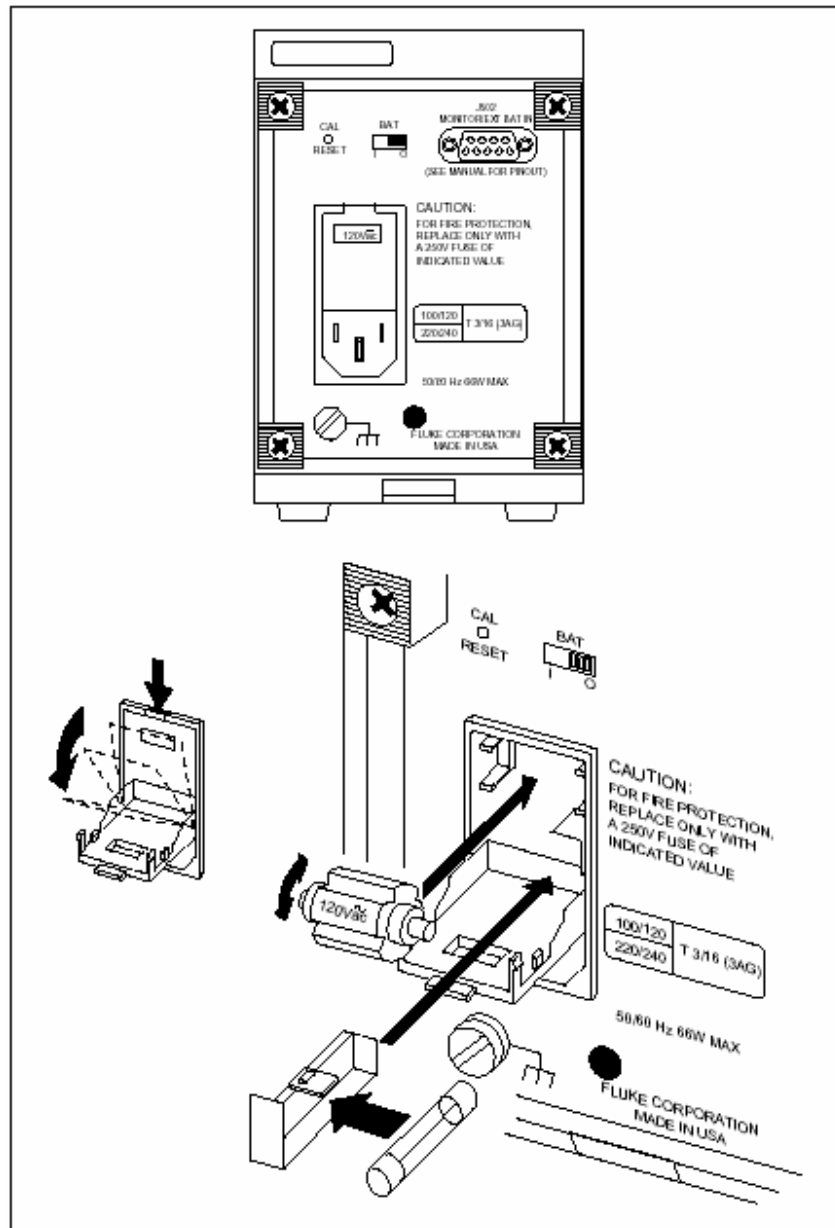

Рисунок 2-2. Этикетка сетевого питания и положение предохранителя
4. Убедитесь, что тип и номинал предохранителя соответствуют данным на задней панели или на Рисунке Figure 2-2 и/или замените его.